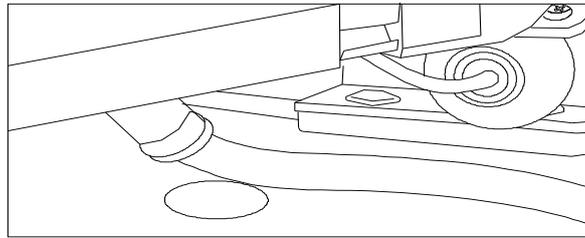

Figura 13 - Passagem dos chicotes elétricos
K) Quando usado o prensa cabo de borracha, faça um furo de aproximadamente 19mm (3/4") no teto do veículo para a passagem dos chicotes elétricos, conforme a figura 13 abaixo, para completar a instalação.